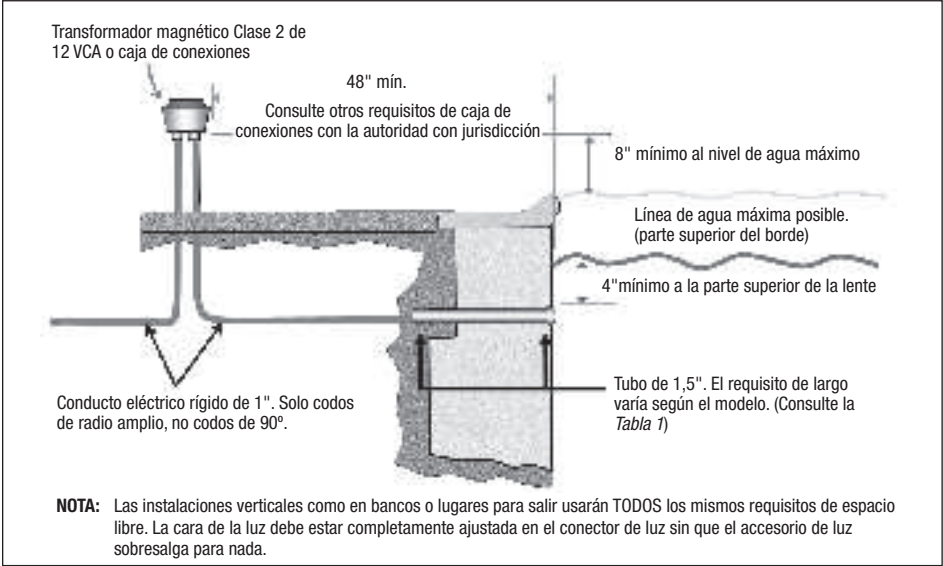

Figura 1. Instalación de la luz LED Jandy con conector estándar plástico de 1,5"
NOTA: El electricista debe llevar a cabo pasos de preparación antes de instalar el accesorio de luz. Consulte la *Figura 1*.
1. La caja de conexiones o el transformador magnético de bajo voltaje deben estar instalados a al menos ocho (8) pulgadas (medidas desde la parte interior del fondo de la caja de conexiones o del transformador) por arriba del nivel de agua MÁXIMO, O a al menos cuatro (4) pulgadas por arriba del nivel del suelo o de la plataforma de la piscina, el que sea mayor. La caja de conexiones o el transformador magnético de 12 VCA también debe colocarse al menos cuarenta y ocho (48) pulgadas [12.92 cm] (4 pies) [1.21 m] del borde de la piscina, o conforme a las instrucciones del fabricante de la caja de conexiones y/o transformador. Consulte la *Figura 1*.
3. Debe instalarse un conector estándar de pared plástica/retorno de 1,5" para que el borde superior de la lente de la luz sumergida esté a al menos 4 pulgadas (10,2 cm) por debajo de la superficie del agua en la piscina. Consulte la *Figura 1*.